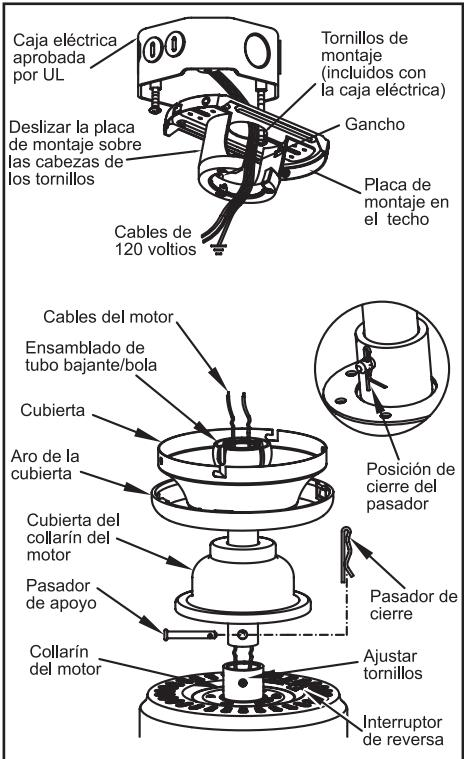

Figura 7
- or. Inserta los cables a través de la cubierta y luego a través del ensamblado del tubo bajante y la bola (Figura 7).
(Figura 7). Inserta con cuidado el pasador de apoyo a través de los orificios del collarín y del tubo bajante. Ten cuidado no apretarlo contra el cableado dentro del tubo bajante. Inserta el pasador de cierre en el orificio cercano al extremo del perno hasta que quede encajado en su posición como se muestra en el círculo de la Figura 7.
1. Pasa los cables de suministro de 120 voltios a través del orificio central de la placa de montaje del techo como se muestra en la Figura 7.
2. Instala la placa de montaje del techo en la caja eléctrica deslizando la placa de montaje sobre los dos tornillos provistos con la caja eléctrica (Figura 7). Si es necesario, usa arandelas niveladoras (no incluidas) entre la placa de montaje y la caja eléctrica. Nota que el lado plano del soporte de montaje está hacia la caja eléctrica (Figura 7).
Este ventilador se envía desde la fábrica con el interruptor de reversa posicionado para hacer circular el aire hacia abajo. Si deseas dirigir la corriente de aire en la dirección contraria, apaga el ventilador y espera que las aspas se detengan, luego desliza el interruptor de reversa (ubicado en la caja de interruptores, consulta la Figura 7 de la página 5) hacia la dirección opuesta y luego vuelve a prender el ventilador. Las aspas del ventilador girarán en sentido contrario y revertirán la dirección de la corriente de aire.